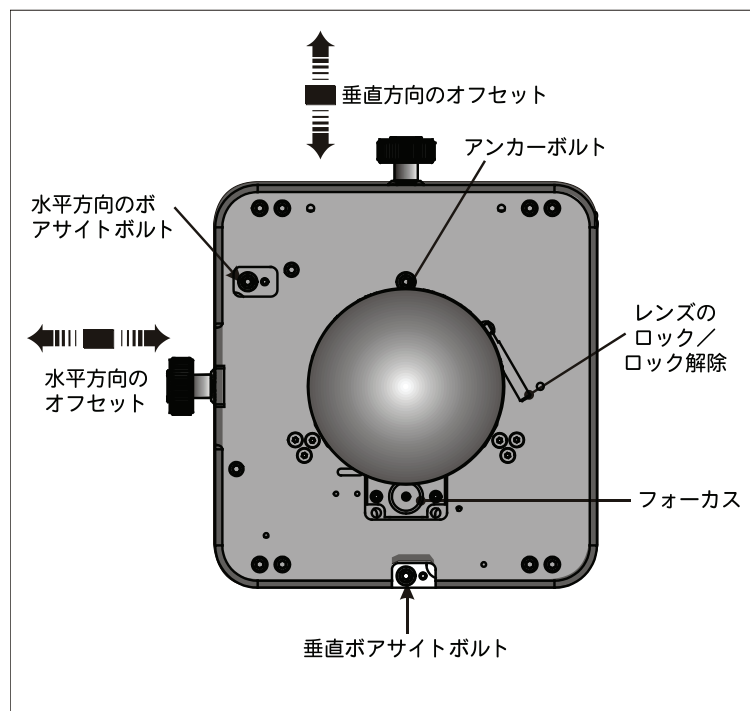

図 2-20 標準レンズマウント
- フレーミングテストパターンを使用して、必要に応じてクリーンに四角い画像を表示し、プロジェクターの投影誤差が最小限になるように、水平および垂直 **オフセット** を調整します。(図 2-20 注：1) 最適な性能を得るため、軸からずれた位置に画像をセンターに合わせるのではなく、レンズオフセットを使用してキーストーン誤差を最小限に抑えてください。2) 過度のチルトまたはオフセットを避けてください。白いテストパターンで画像の周囲がぼけている場合、オフセットが過剰であることを意味します。機械調整により、このような事態を回避してください。